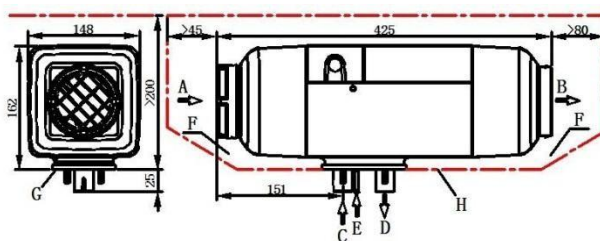

Рис.8
Просьба убедиться, чтобы не было посторонних предметов в пространстве между нижней поверхностью нагревателя и установочной поверхностью автомобиля (рис.8-F).
4.2.3 Между отопителем и установочной поверхностью транспортного средства необходимо обеспечить хорошее уплотнение. Специальное уплотнение, которое поставляется производителем (как показано на Рис. 8), должно быть вставлено между, при установке. Поверхность, на которую устанавливается отопитель должна быть ровной. Место, на которое устанавливается отопитель, может иметь неровности менее 1 мм. После того как будут просверлены установочные отверстия, неровности поверхности должны быть устранены в соответствии с данными требованиями. После установки плотно закрутите четыре поставляемые производителем гайки М6. Гайки нужно затягивать с моментом 6Нм+1Нм.